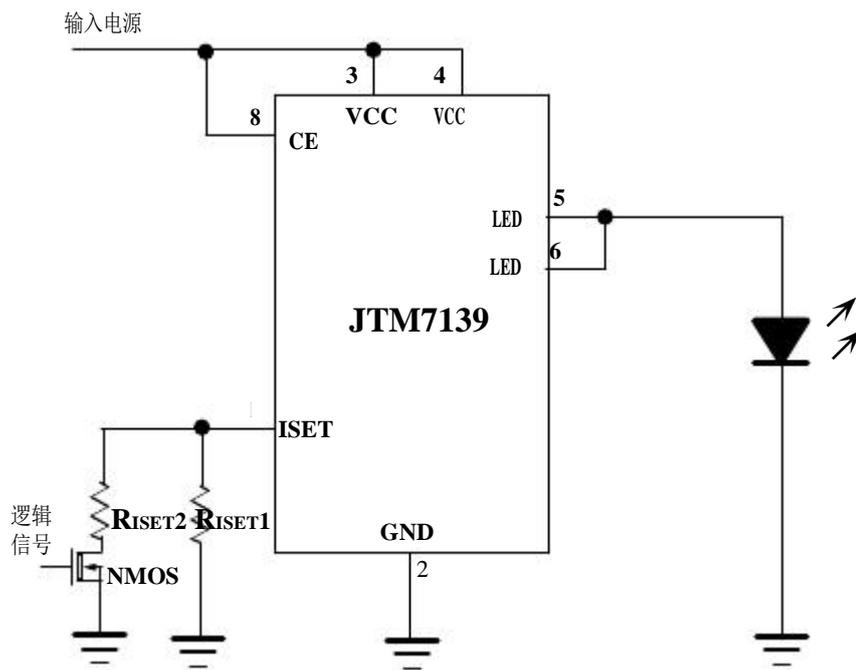

图4 用逻辑信号调整亮度
2. 用逻辑信号调整发光二极管的亮度，如图4所示
如果只需要分几档来调整发光二极管的电流，可以用逻辑信号来实现，图4示出了分两个档次来调整发光二极管的电流的电路。R_{1SET1}设置了流经LED管脚的最小电流，当N沟道场效应晶体管导通时，即逻辑信号为高电平时，R_{1SET2}同R_{1SET1}并联，LED电流增大。